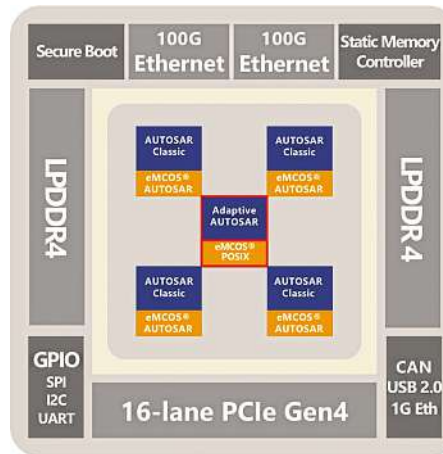

Bild 3: Mit eMCOS können AUTOSAR Adaptive Platform und Classic Platform auf einem einzigen Chip gehostet werden.
Das eMCOS Betriebssystem lässt auf dem Coolidge Chip gleichzeitig AUTOSAR Classic Platform (CP) und AUTOSAR Adaptive Platform (AP) laufen (Bild 3), wodurch Anwendungen hohe Geschwindigkeit und Echtzeit-Determinismus mit geringem Stromverbrauch kombinieren können. Auf den äußeren I/O-Clustern laufen mehrere eMCOS AUTOSAR und AUTOSAR CP Instanzen, während auf den zentralen Rechenclustern eine Instanz von AUTOSAR AP auf eMCOS POSIX läuft. Die CP- und AP-Instanzen kommunizieren über die schnelle eMCOS IPC Schnittstelle.